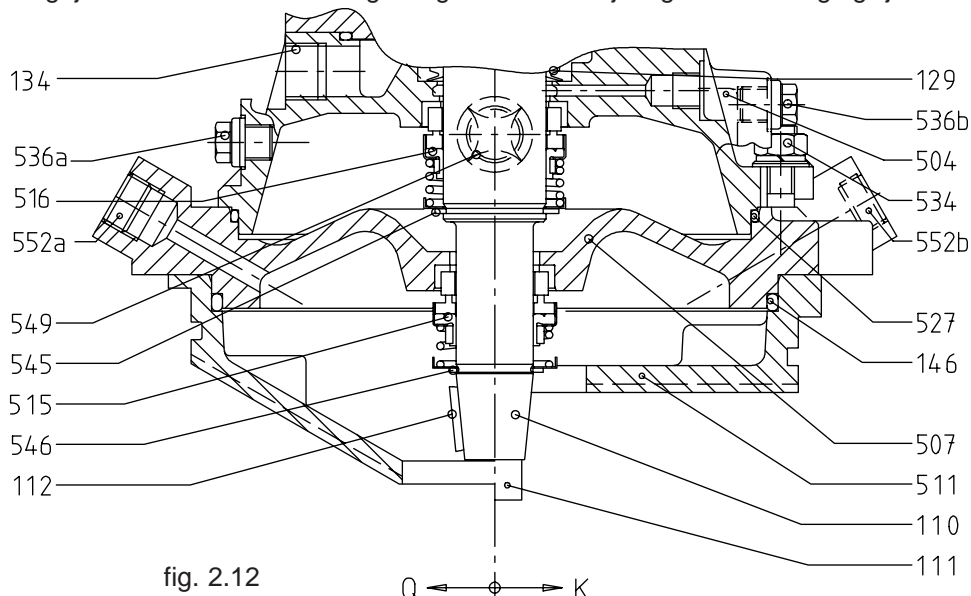

fig. 2.12
e) Stationaire zitting (alle typen) (fig. 2.12)